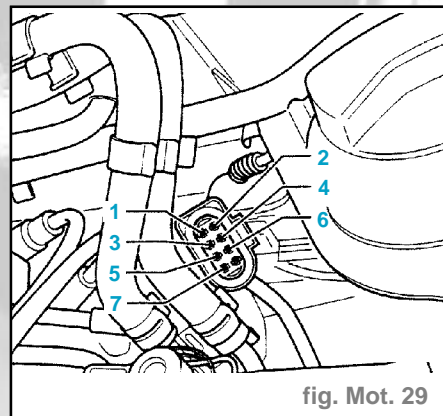

fig. Mot. 29
- Brancher le multimètre sur la fiche à 8 raccords allant aux injecteurs respectivement entre les (fig. Mot. 29) :